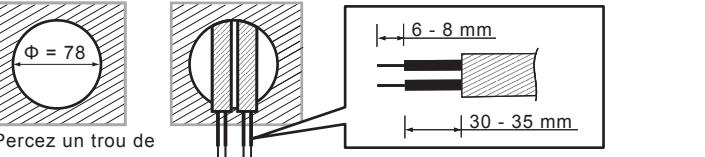

FIG.9
- 3.4.2.1 Pour installer le détecteur, percez un trou de 78 mm de diamètre sur le panneau de plafond et laissez le câble d'alimentation à l'extérieur. Dénudez entre 6 et 8 mm de gaine de câble (Voir la FIG. 9).